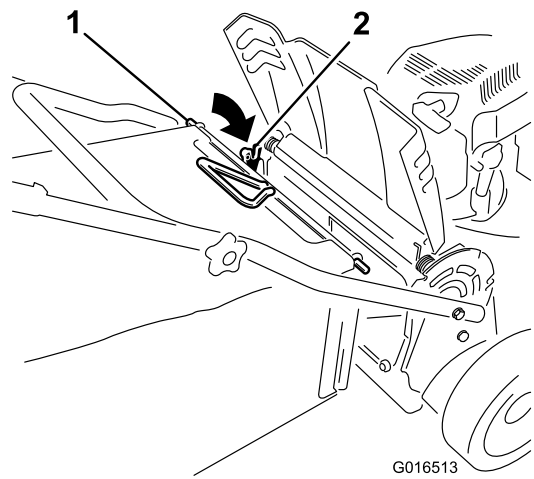

Bild 26
3. Setzen Sie die Fangkorbstange in die Kerben an der Unterseite des Bügels ein und bewegen den Fangkorb nach vorne und hinten, um sicherzustellen, dass die Stange unten an beiden Kerben sitzt, siehe Bild 26.